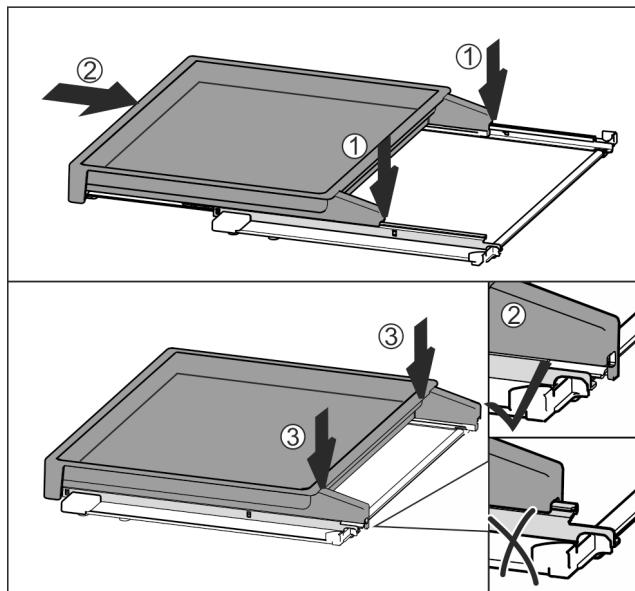

Fig. 115
- Stavite ga na sredinu vodilica Fig. 115 (1).
- Izvlačni pretinac pogurnite do kraja Fig. 115 (2).
- Pritisnite ga na stražnjoj strani tako da se čujno uglavi Fig. 115 (3).